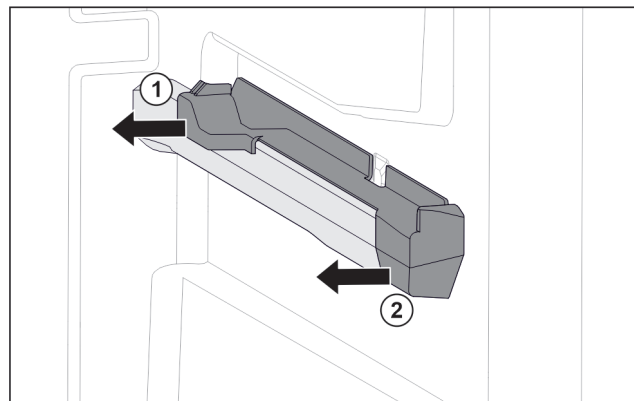

Fig. 101 Aufsteckteil auf der rechten Behälterrippe
- Aufsteckteil hinten zur Seite abziehen. Fig. 101 (1)
- Aufsteckteil vorne zur Seite abziehen. Fig. 101 (2)